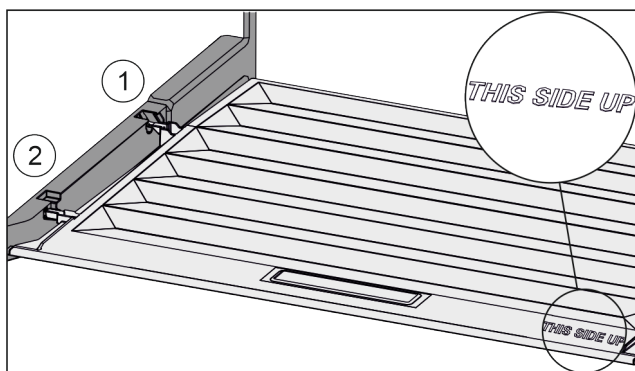

Fig. 22
- ▶ Вставити поперечні ребра через отвір заднього тримача Fig. 22 (1) і зафіксувати спереду у тримачі Fig. 22 (2).